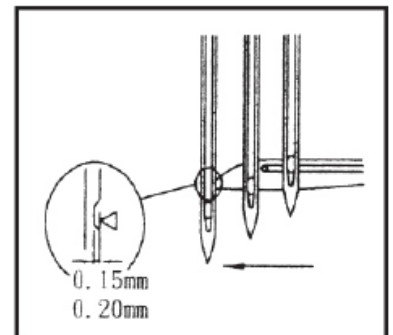

Рис. 22
2. Когда петлитель перемещается к левой игле, зазор составляет около 0,15 - 0,20 мм. (Рис. 22)